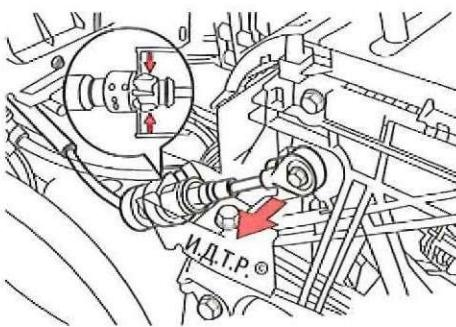

Рис. 6.21. Отсоединение троса механизма переключения передач
24. Отсоедините трос механизма переключения передач в сборе (рис. 6.21) от устройства управления блокиратором селектора.